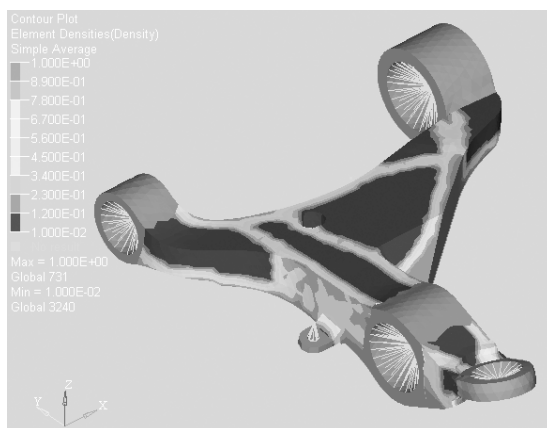

图 8-32 单元密度云图
- (1) 从 HyperMesh 面板单击 HyperView, 在出现的信息界面单击 close 按钮。
- (2) 在 Results Browser 最后一个迭代步。
- (3) 单击 Contour () 按钮, 在 Result type: 的下拉菜单选择 Element densities (s), 在其下面选 Density。
- (4) 设置 Averaging method: 为 Simple。
- (5) 单击 Apply 按钮。在界面上显示出如图 8-32 所示的密度云图。